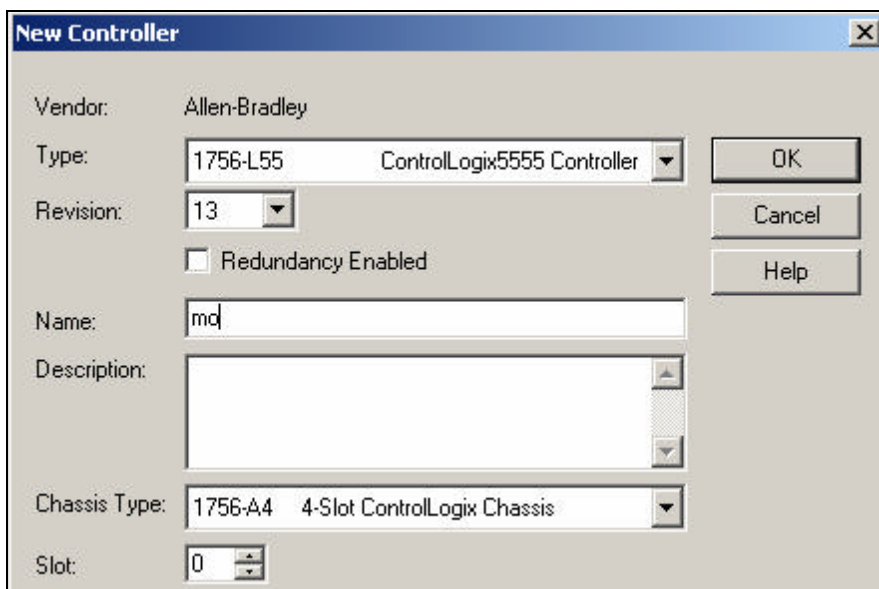

图 3-77 新建控制器项目
10. 单击 *File->New* 创建新项目。配置好的画面如下图 3-77 所示：